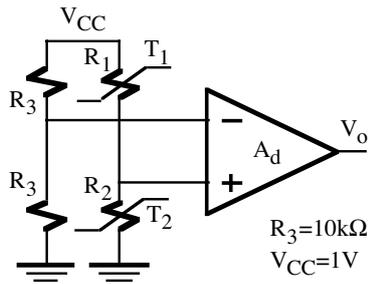

Figura P8.6
**P8.6** En el circuito de la figura P8.6, el amplificador diferencial cuya  $A_d=100$  permite medir la diferencia de temperatura entre dos hornos. Para ello, se utiliza un puente de equilibrado con dos termistores  $R_1$  y  $R_2$  que se encuentran dentro de cada horno que tienen una temperatura de  $T_1$  y  $T_2$ , respectivamente. Los termistores en su rango lineal se comportan como resistencias dependientes de la temperatura que verifican la siguiente relación:  $R=K_e \cdot T^{0.98}$ , donde  $T$  es la temperatura en  $^{\circ}K$  y  $K_e=100\Omega/^{\circ}K$ . Si en el primer horno la temperatura es de  $T_1=250^{\circ}K$  y en el segundo  $T_2=300^{\circ}K$ , calcular el valor de  $V_o$ . Proponer un amplificador diferencial que tenga una  $Z_i=\infty$  y  $A_d=100$ .